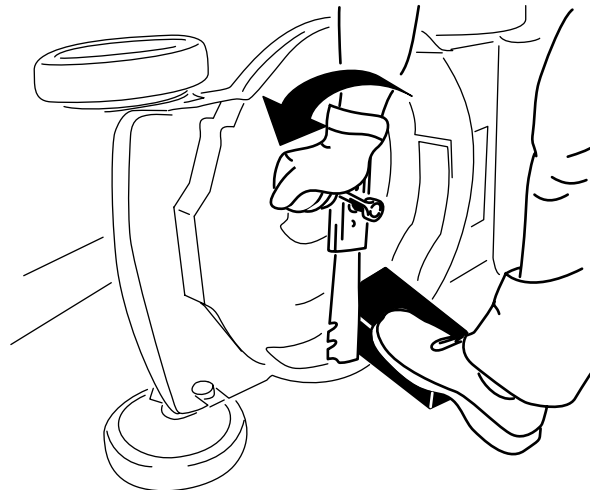

Figure 27
- Immobilisez la lame avec un morceau de bois (Figure 27).
- Déposez la lame mais conservez les fixations (Figure 27).